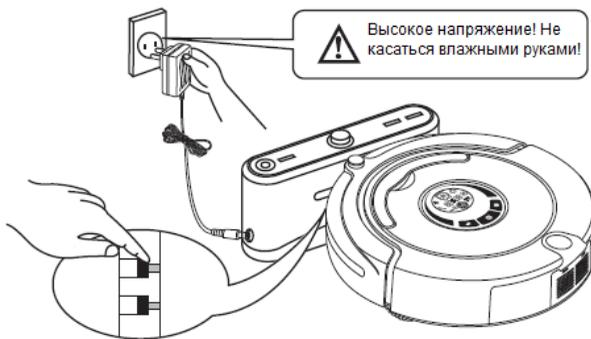

Рис.2
3) Перед началом зарядки, подключите зарядную станцию через адаптер к источнику питания. Поместите робот-пылесос близко напротив станции. Убедитесь, что робот-пылесос и зарядная станция имеют хороший контакт. (См. Рис.2).